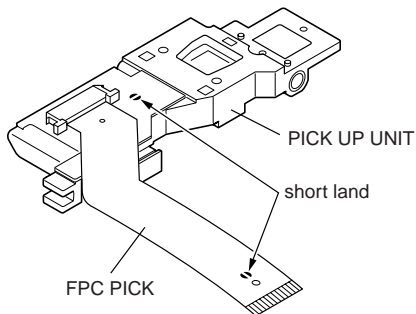

Fig. 6-8
1. O/W HD リード線固定用のテープ ④⑦ をはがす。
2. O/W HD リード線 ⑤① を PCB CONTROL BLK ④⑤ より外す。
4. FPC PICK ④⑧ のショートランド (Fig. 6-8) を半田にてショートする。
5. FPC PICK ④⑧ を PCB CONTROL BLK ④⑤ のコネクタより外す。
6. ネジ ⑤⑥ 2 本を外し、PCB CONTROL BLK ④⑤ を外す。
7. SW NOB (L) ④⑨、SW NOB (S) ⑤⑩ を外す。
8. ネジ ②③ 2 本と ③② 2 本を外し、LID HOLD BKT ④⑥ を外す。
9. ネジ ②③ を外し、LID HOLD ⑥⑧ を外す。
10. ネジ ②③ 2 本を外し、TOP PLATE ③⑥ を外す。
11. ネジ ②④ を外し、O/W HD ②⑤ を外す。
12. HOLDER A/SPG ④④ を外す。
13. ネジ ③② 2 本を外し、SIDE BKT (R) ③① を外す。
14. INSULATOR ⑤④ 2 コを外す。
1. Solder the short land (Fig. 6-8) on the PICK UP UNIT ⑮ and disconnect the FPC PICK ④⑧.
2. Unscrew the screw ④⑦ and remove the SLED BASE ④⑦.
1. PICK UP UNIT ⑮ のショートランド (Fig. 6-8) を半田にてショートし、FPC PICK ④⑧ をコネクタより外す。
2. ネジ④⑦を外し、SLED BASE ④⑦を外す。